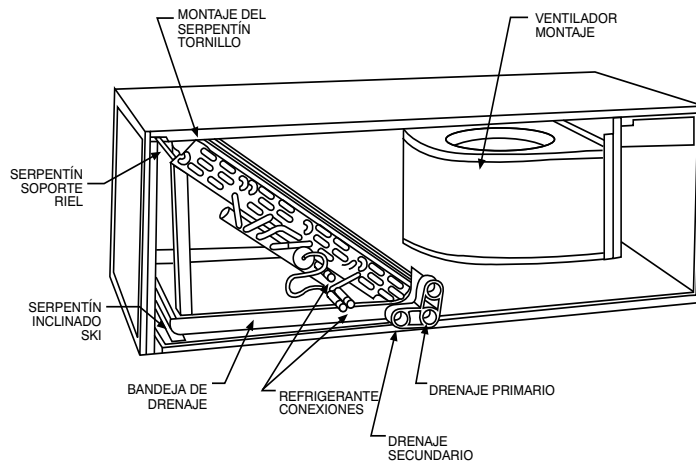

Fig. 5: Conversión para aplicaciones horizontales derechas - Serpentin inclinado
4. Coloque el ventilador sobre el lado derecho y vuelva a instalar el conjunto del serpentín con la bandeja de condensado hacia abajo (Fig. 5).